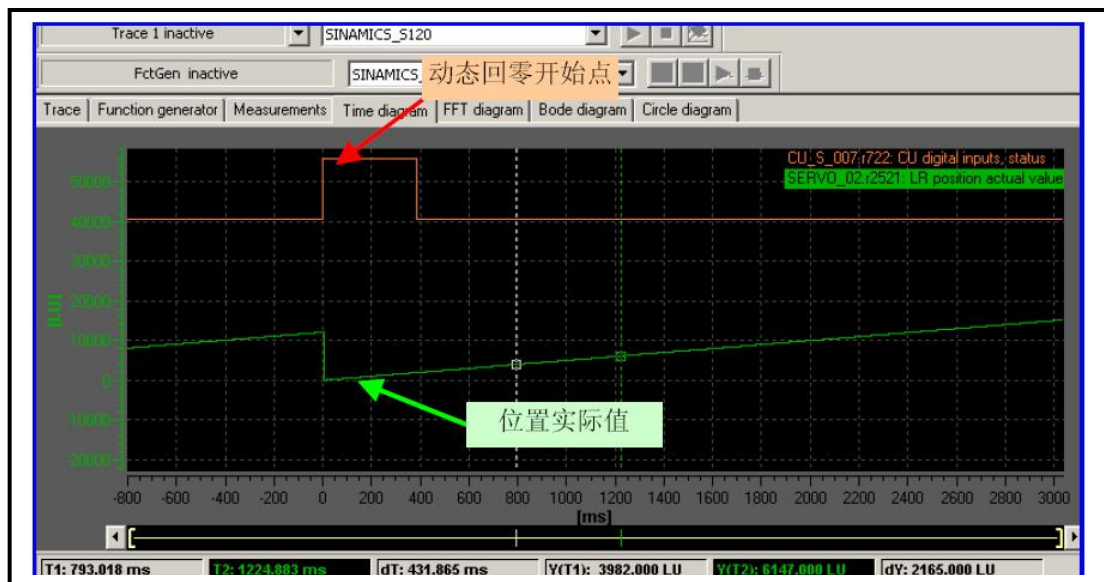

图 5.11 被动回零曲线
- 闭合快速开关 DI10（如图 5.11 所示，上边的曲线为该开关状态），可见位置实际值立即恢复为 0，然后重新计值（如图下边的曲线所示），在整个被动回零过程中轴的运行速度不受影响。